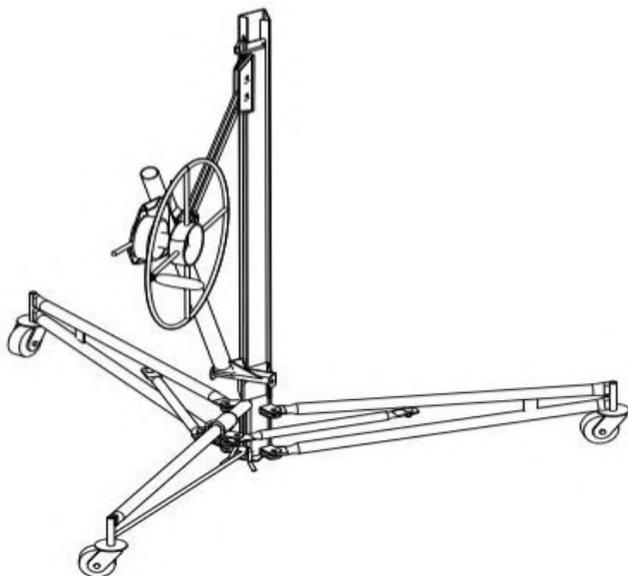

Figure 22
- Une fois la roue fixée à l'assemblage principal, elle doit se présenter comme indiqué à la Fig. 22.